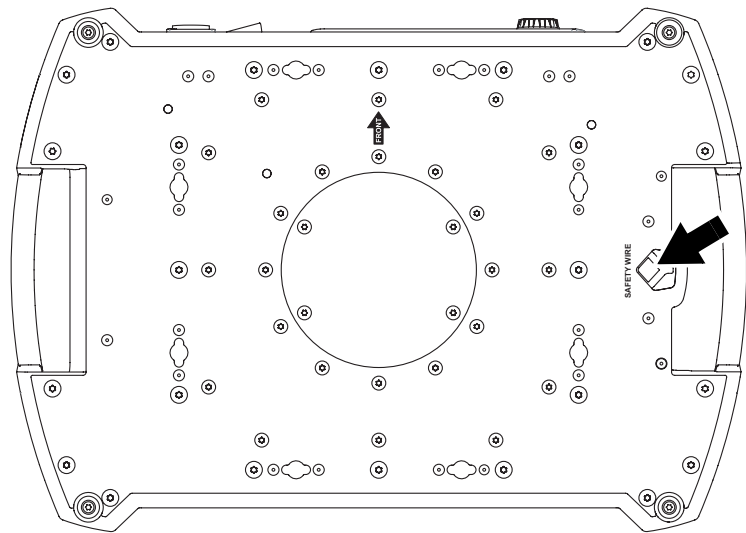

Bild 6: Ankerpunkt des Sicherheitsseiles
6. Siehe Bild 6. Montieren Sie ein zugelassenes Fangseil, das für das Gewicht des Gerätes ausgelegt ist. Führen Sie das Fangseil durch den Ankerpunkt an der Basis des Gerätes (Pfeil) und durch einen sicheren, zweiten Ankerpunkt. Das Gerät muss zuverlässig gehalten werden, wenn die primären Anschlagmittel versagen.